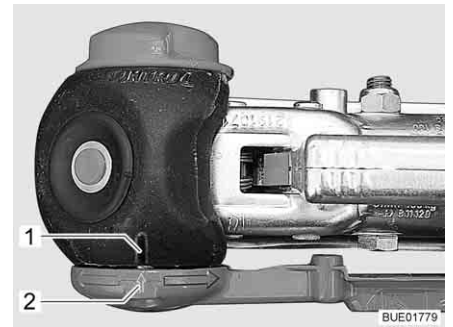

Fig. 5 Controllo "AKS chiuso"
- Premere verso il basso la leva di stabilizzazione finché il contrassegno riportato sulla leva (Fig. 5,2) e quello del relativo alloggiamento (Fig. 5,1) coincidono.